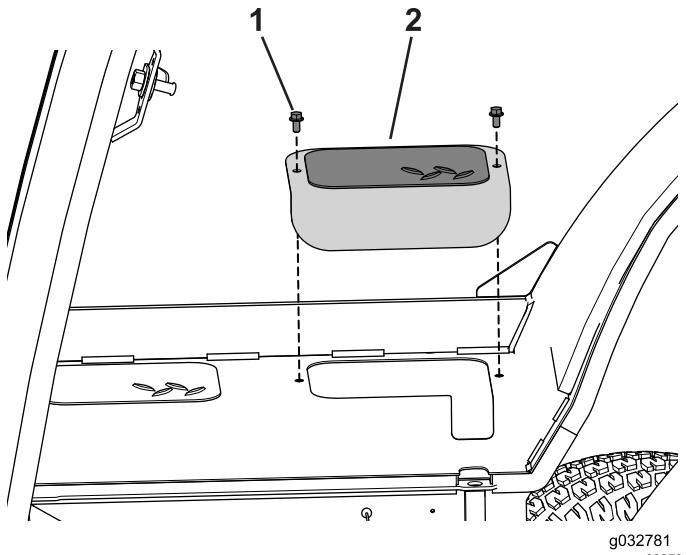

図 66
1. 機体左右それぞれの側でアクセスカバーを固定しているボルト2本を取り外す 図 66。
7. 昇降バーアセンブリを外し、先ほど外したアクセスカバーを元通りに取り付ける図 66。